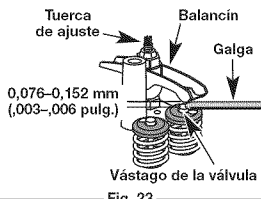

Fig. 23
7. Deslice la galga entre el brazo oscilante y el resorte de retorno de la válvula. Mida el huelgo entre el vástago de la válvula y el brazo oscilante (Fig. 23). Realice esto en las válvulas de entrada y de escape.
El huelgo recomendado para las válvulas de entrada y de escape es **0,076 – 0,152 mm (0,003 – 0,006 pulgadas)**. Use un calibrador regular de automóvil de **0,127 mm (0,005 pulgadas)**. El calibrador debe deslizarse entre el balancín y el vástago de la válvula con una ligera cantidad de resistencia, sin doblarse (Fig. 23).
- a. Gire la tuerca de ajuste con una llave de 8 mm (5/16 pulgadas) o una guía de tuercas (Fig. 23).